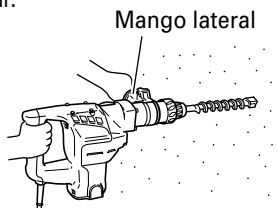

Fig. 3
1. Taladrar orificios (Fig. 3)